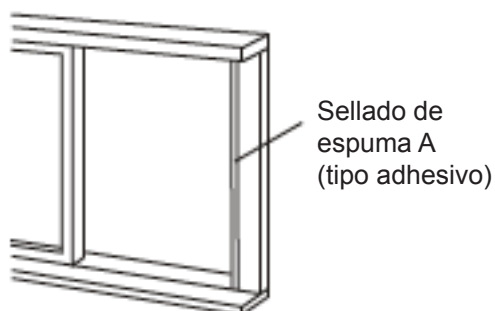

Fig. 8
1. Corte la longitud necesaria del sellado de espuma (tipo adhesivo) y adhiéralo al marco de la ventana. Véase la Fig. 8.